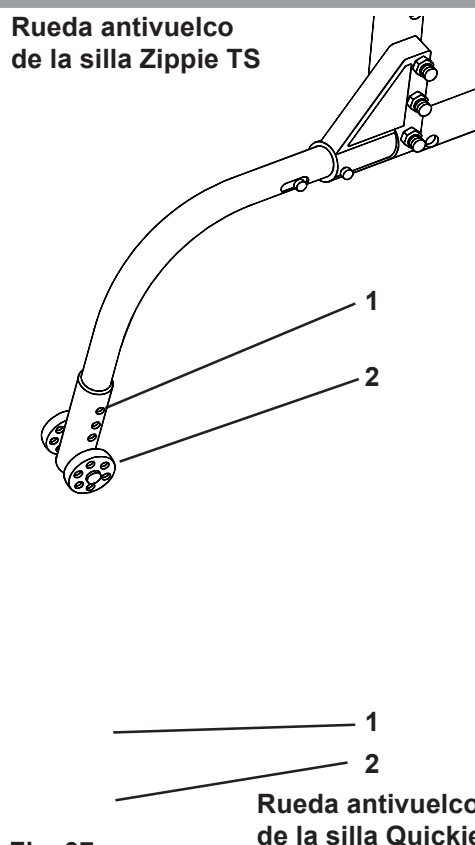

Fig. 37
Puede modificar la altura de las ruedas antivuelco (Fig. 37) presionando el botón de retención (1) y moviendo el ensamblaje de la rueda hacia arriba o hacia abajo hasta el orificio adecuado (2). Hay tres posiciones disponibles en la silla de ruedas Zippie TS y cuatro en la silla de ruedas Quickie TS.